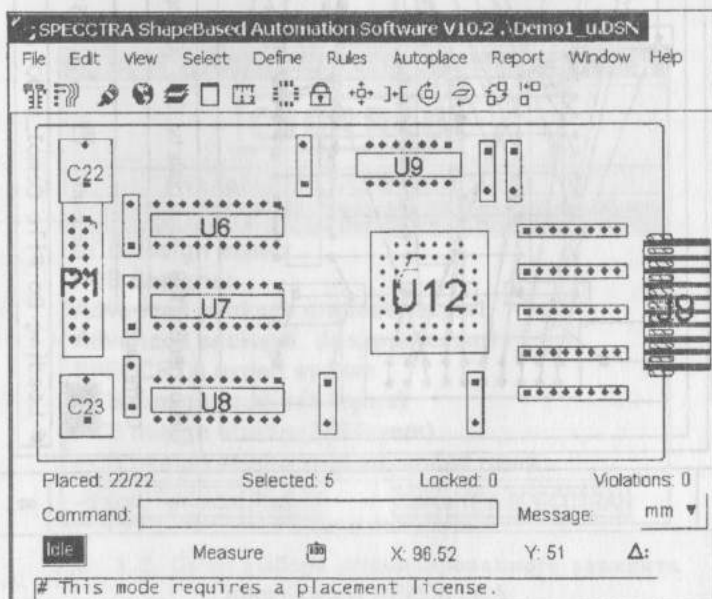

Рис. 1.4. Интерфейс режима размещения
**Особенности входа в программу SPECSTRA.** Вход в программу SPECSTRA был выполнен из программы РСВ по команде Place>Autoplacement, но окно на рис. 1.3 представляет интерфейс режима трассировки, о чем свидетельствует нажатая клавиша  на панели инструментов. В этот режим SPECSTRA переходит по умолчанию. Переключиться в режим размещения (рис. 1.4) мож-
Общие команды управления проектом. На рис. 1.4 в отличие от рис. 1.3 показаны имена ЭРЭ и погашены связи проекта. Для реализации подобных действий в системе предусмотрены соответствующие команды общего управления. Для показа имен ЭРЭ необходимо командой View>Labels открыть окно View>Labels, установить флажки в полях View Labels и Ref Des и нажать кнопку ОК. Погасить связи проекта можно командой View>Guides>Off. Навигация по проекту выполняется командой масштабирования рисунка (группа команд View>Zoom) и командой “панорама”, активизируемой средней кнопкой мыши. Нажатие на среднюю кнопку на рабочем поле приводит к смещению рисунка, и точка, на которую ранее указывал курсор, становится центральной. Для уменьшения рисунка достаточно при нажатой средней кнопке переместить курсор мыши сверху вниз. Чтобы просмотреть участок платы в требуемом окне, необходимо нажать среднюю кнопку в любом нижнем углу окна и отпустить — в противоположном по диагонали его углу.